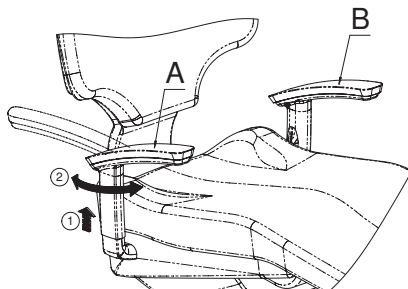

Fig. 17
Pour faire pivoter l'accoudoir optionnel (A), il doit être tiré vers le haut (maintenu dans son emplacement) jusqu'à ce que le mécanisme de rotation soit enclenché, permettant de le faire tourner jusqu'à ce qu'il atteigne la limite à laquelle il s'arrête. Pour remettre l'accoudoir à sa position initiale, il suffit de le tirer vers le haut et de le tourner vers l'intérieur jusqu'à ce qu'il se verrouille automatiquement (fig. 17).